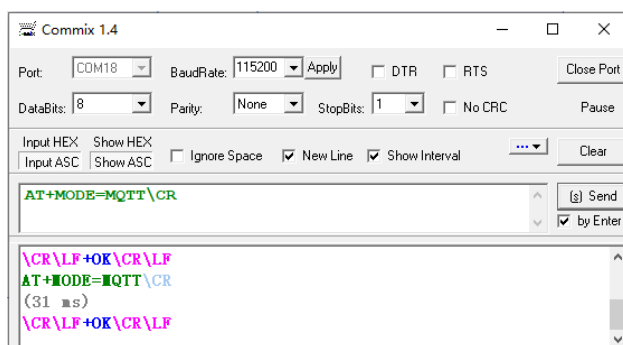

图 14-5 设置 MQTT 模式 AT 指令
2) 设置设备工作模式, 如图 14-5 所示, 将工作模式设置为 MQTT 模式;